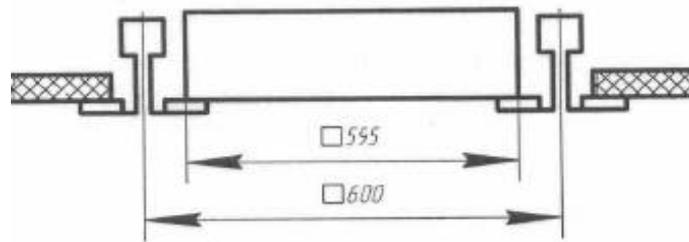

Рисунок 2 - Схема установки светильника
6.3 Установите светильник на опорную поверхность (см. рисунок 2).